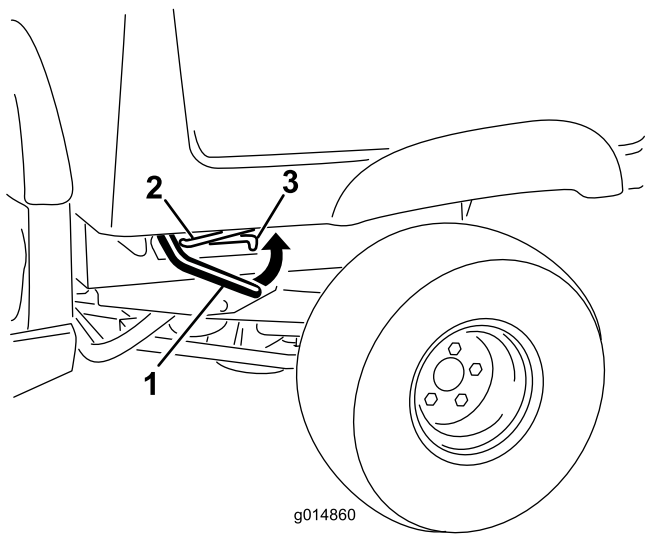

Рисунок 1
2. Поднимите рычаг с любой стороны кузова и поднимите кузов вверх (Рисунок 1).
3. Введите опорную стойку, удерживающую кузов, в паз, фиксирующий кузов (Рисунок 1).